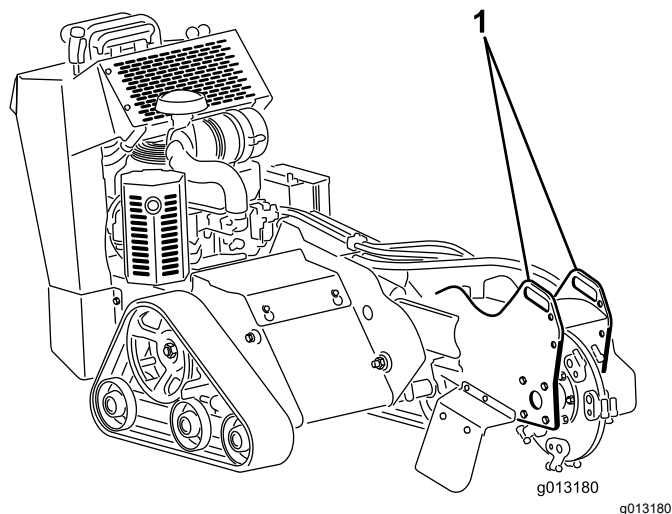
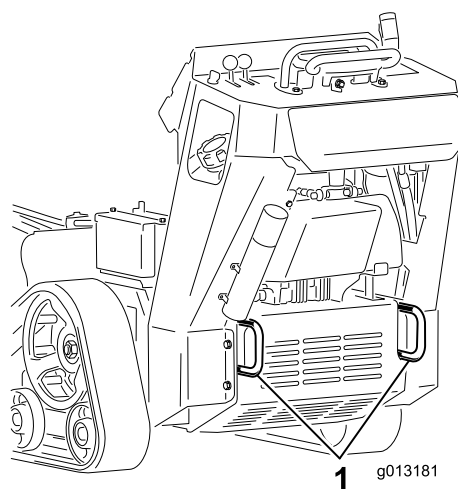

Figura 21
Figura 22
3. Fixați maina pe o remorcă cu lanuri sau curele, folosind inelele de prindere/ridicare din partea din față i din spate a mainii (Figura 21 i Figura 22). Consultați prevederile locale referitoare la remorcă i fixare.
Putei ridica maina folosind inelele de prindere/ridicare ca puncte de ridicare (Figura 21 i Figura 22).